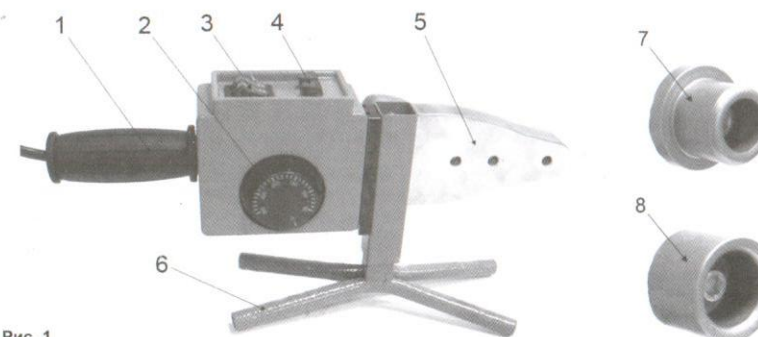

Рис. 1
- Корпус устанавливается на опорную подставку (6) (См. Рис. 1), во время нагревания и охлаждения.
- На корпусе расположен блок управления: два клавишных переключателя (3) с индикаторами (4) и терморегулятор (2), расположенный на боковой стенке корпуса.
- Прорезиненная ручка (1) служит для переноски аппарата.
- Нагревательная поверхность (5) имеет ряд отверстий, для установки сварочных насадок – дорна (7) и гильзы (8).
- После нагрева инструмента до рабочей температуры, внешняя поверхность трубы нагревается насадкой (8), одновременно с этим внутренняя поверхность фитинга нагревается дорном (7).
- После установки дорна и гильзы, установите аппарат на подставку (6) (См. Рис.1), и подключите сетевой шнур к сети питания 220 В.
- Включите аппарат, используя переключатель (3) (См. Рис.1).
- Установите на терморегуляторе (2) нужную температуру. Как правило, для большинства типов пластиковых труб, температура сварки колеблется в пределах 240 - 260°C.
- После установке температуры загорится индикатор нагрева (4) (См. Рис.1). Выключение индикатора – говорит о нагреве аппарата до заданной температуры.